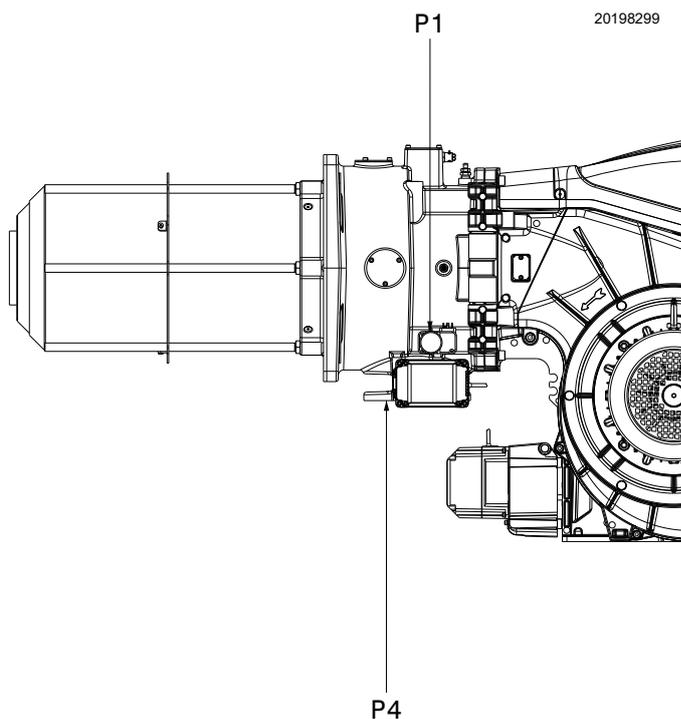

Fig. 22
- sottrarre la pressione della camera di combustione dalla pressione del gas misurata alla presa P1)(Fig. 22).
Per calcolare la pressione del gas richiesta alla presa P1 (Fig. 22), impostare la potenza MAX richiesta dal funzionamento del bruciatore: